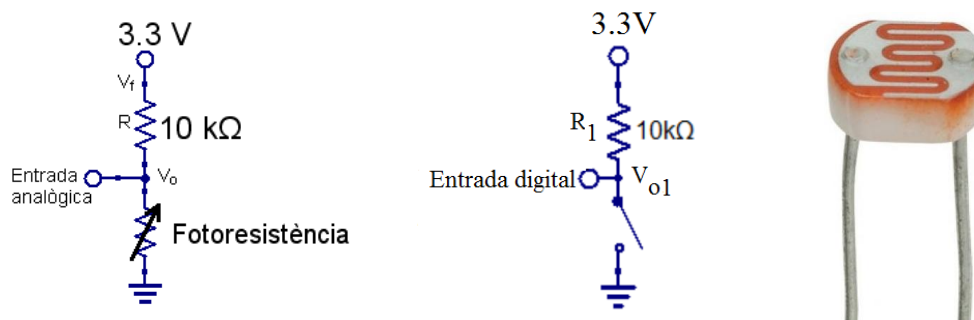

Figura 1. (Esquerra i centre) Circuits a implementar al protoboard per la part A. (Dreta) Imatge del LDR.
- 1) Munteu el(s) circuit(s) de la figura 1 i feu el que s'indica en els següents apartats per cadascun d'ells. Utilitzeu la font de tensió DC per aplicar els 3.3V.